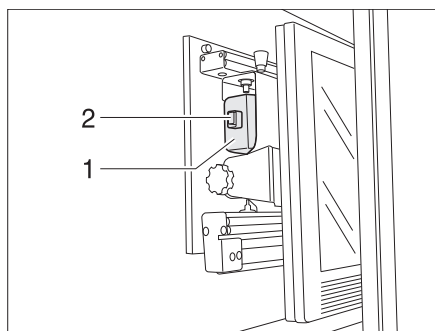

Fig. 6 Soporte en el armario de TV
- Girar el televisor a la posición inicial (Fig. 6) y, de ser esto necesario, hacerlo engatillar.
- Empujar el soporte para la pantalla plana completamente hacia atrás deteniéndolo en el tirador (Fig. 6,1). El pestillo (Fig. 6,2) se enclava.